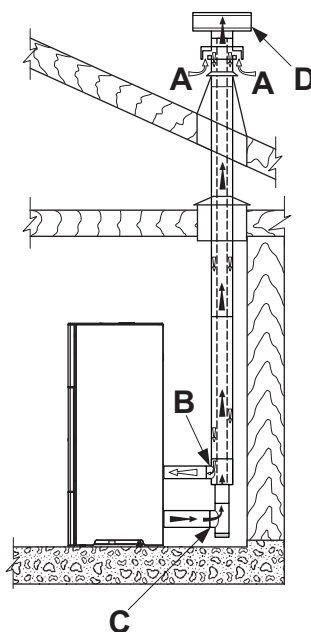

fig. 5.5
- canalizzare l'aria comburente sfruttando un tubo di scarico coassiale per l'espulsione dei fumi ed il prelevamento dell'aria; pertanto non è necessario fare una classica presa d'aria nel locale (fig. 5.5 A,B=Ingresso aria C,D=Uscita fumi);
Nel caso di installazione di una stufa a pellet della serie “Ermetica” è possibile utilizzare uno specifico tubo coassiale che consenta sia l'espulsione dei fumi che la canalizzazione dell'aria comburente dall'esterno (fig. 5.5 A,B=Ingresso aria C,D=Uscita fumi).